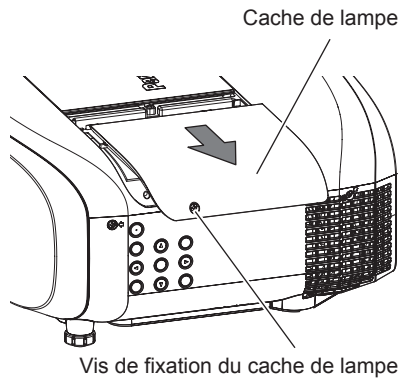

Fig. 1
- 2) Retirez le cache de lampe. (Fig. 1)**